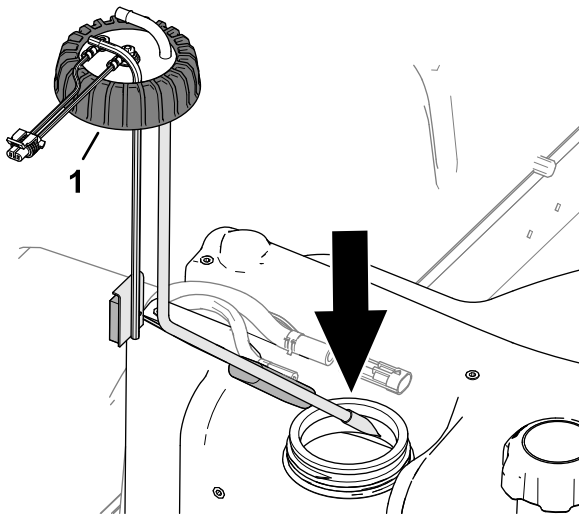

Figura 90
2. Monte cuidadosamente o tubo de captação de combustível e flutuação para dentro do depósito de combustível (Figura 90).